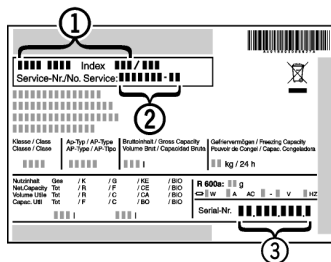

Fig. 11
- ▶ Наименование устройства, Fig. 11 (1), сервисный № Fig. 11 (2) и серийный № Fig. 11 (3) считайте с заводской таблички. Заводская табличка находится внутри устройства слева.
- ▶ Обратитесь в сервисную службу и сообщите вид неисправности, наименование устройства, Fig. 11 (1), сервисный № Fig. 11 (2) и серийный № Fig. 11 (3).